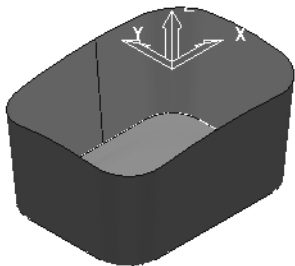

图 2-225 打开范例文件
2) 选择下拉菜单中的“文件”→“打开项目”命令,弹出“打开项目”对话框,选择“exercise32”(“随书光盘:\第2章\exercise32\uncompleted\exercise32”)目录,如图 2-225 所示。